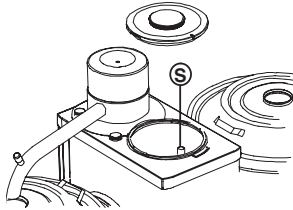

Fig. 22 Överlopps rör varmvattensystem
- Töm ut det sista vattnet genom överloppsroret. Drag härvid ut överloppsroret (S.), som sitter på varmvattenberedaren, vid den korta slangen (fig. 22).
- Töm ut det sista vattnet genom överloppsörret. Drag härvid ut överloppsörret (S., fig. 22).
- Drag härvid ut överloppsörret (S., fig. 22).